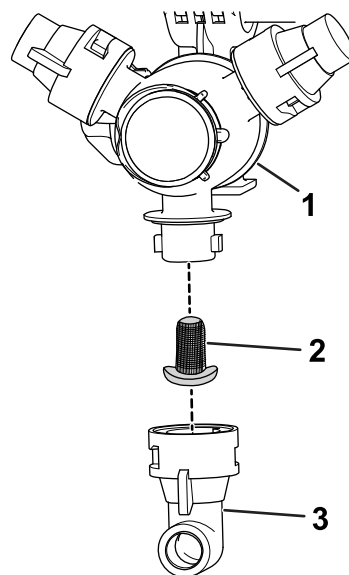

Figura 81
2. Îndepărtați duza din țeava de pulverizare (Figura 81).
3. Îndepărtați filtrul duzei (Figura 81).
5. Montai filtrul duzei (Figura 81).
6. Montai duza la turela de pulverizare (Figura 81).